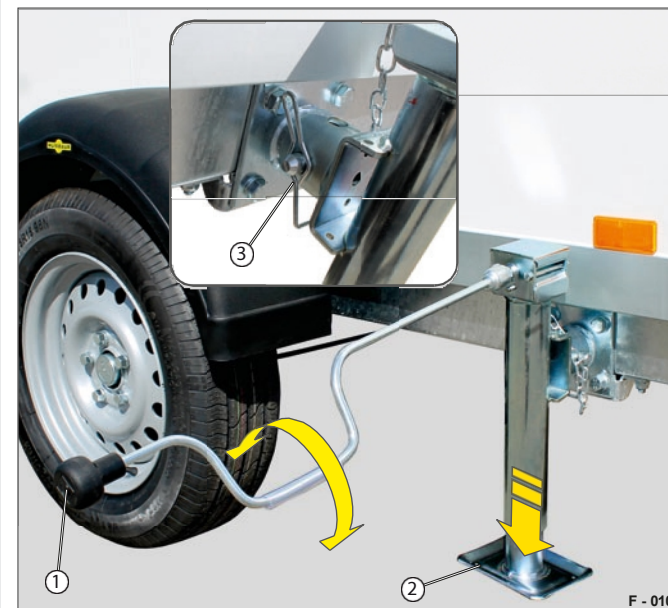

Fig. 9 Betjening av teleskopisk sveivstøtte
- Sikre stiften mot å falle ut med braketten - sving braketten (fig. 9/3) rundt.
- Fjern sveiven (fig. 9/1) fra holderen på den indre døren på bakportalen.
- Drei sveiven slik at den justerbare foten (fig. 9/2) kjøres ut.